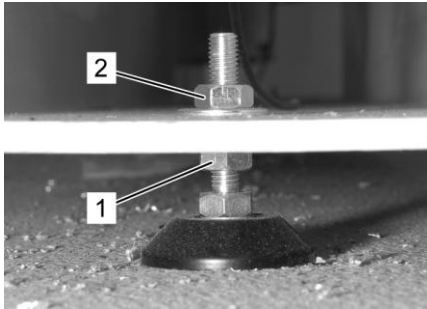

Abb. 25: Verstellbarer Fuß
1. Kontermutter (Abb. 25/2) mit einem Gabelschlüssel der Schlüsselweite 17 mm lösen.
2. Verstellerschraube (Abb. 25/1) mit einem Gabelschlüssel der Schlüsselweite 17 mm
4. Nach Fertigstellung der Ausrichtung Kontermutter (Abb. 25/2) mit einem Gabelschlüssel der Schlüsselweite 17 mm festziehen.